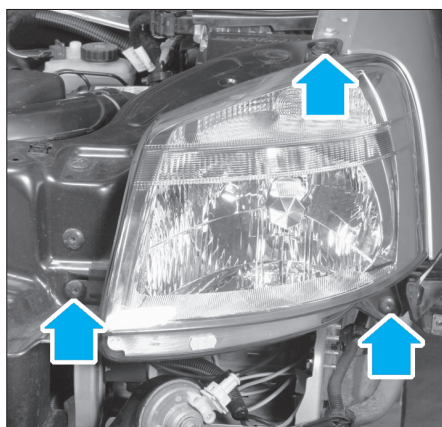

FIG. 9
- les trois vis de fixation du projecteur (Fig.9).